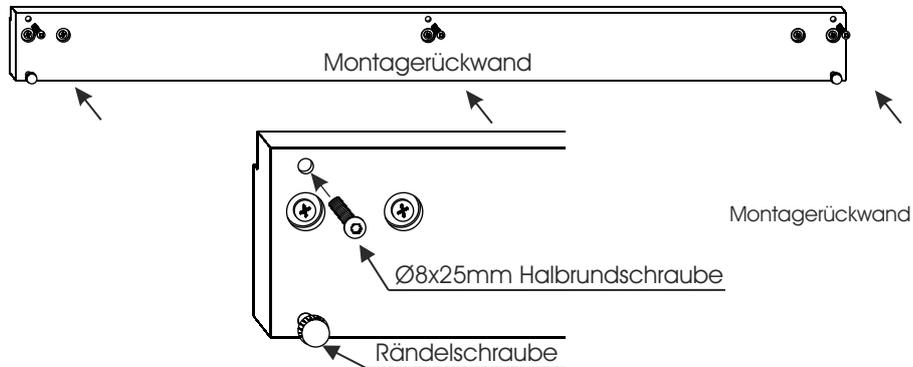

Abb. 4
7. Schieben Sie den oberen Ablageboden auf die Sechskantbolzen und verschrauben Sie nun gleichzeitig den Boden und die Garderobenstange mit der Paneelrückwand. (Abb.4)
8. Schieben Sie den unteren Ablageboden auf die Sechskantbolzen und verschrauben Sie Boden und Bodenstütze mit der Paneelrückwand. (Abb.4)
8. Drehen Sie in die oberen Bohrungen die M8x25mm Halbrundkopfschrauben ein. Die Schrauben dürfen nicht in den Falzbereich hineinreichen. (Abb. 4)